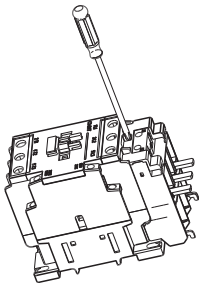

图7
3.2.3 接触器与连接器拼装后将产品放置在桌面上，如图7所示，使用 $\Phi 5 \times 100$ 十字螺丝刀旋紧接触器线圈接线螺钉，拧紧扭矩为 $1.2\text{N}\cdot\text{m}$ 。使用一字或十字螺丝刀旋紧接触器1/L1、3/L2、5/L3接线螺钉，拧紧扭矩分别为 $2\text{N}\cdot\text{m}$ (CC-2(NS2))、 $6\text{N}\cdot\text{m}$ (CC-3(NS2))。